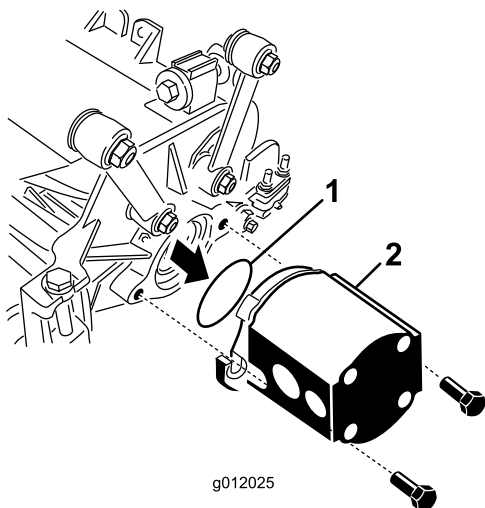

Рисунок 24
- Установите уплотнительное кольцо (поставляемое в комплекте с режущим блоком) на фланец двигателя привода (Рисунок 24).